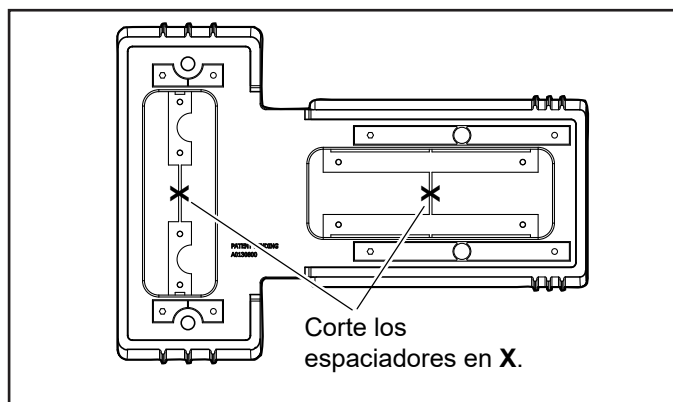

Figura 6. Corte los conjuntos de espaciadores de la base
1. Con una herramienta manual para cortar, corte las barras plásticas que conectan los conjuntos superior e inferior de espaciadores como se muestra en la Figura 6.